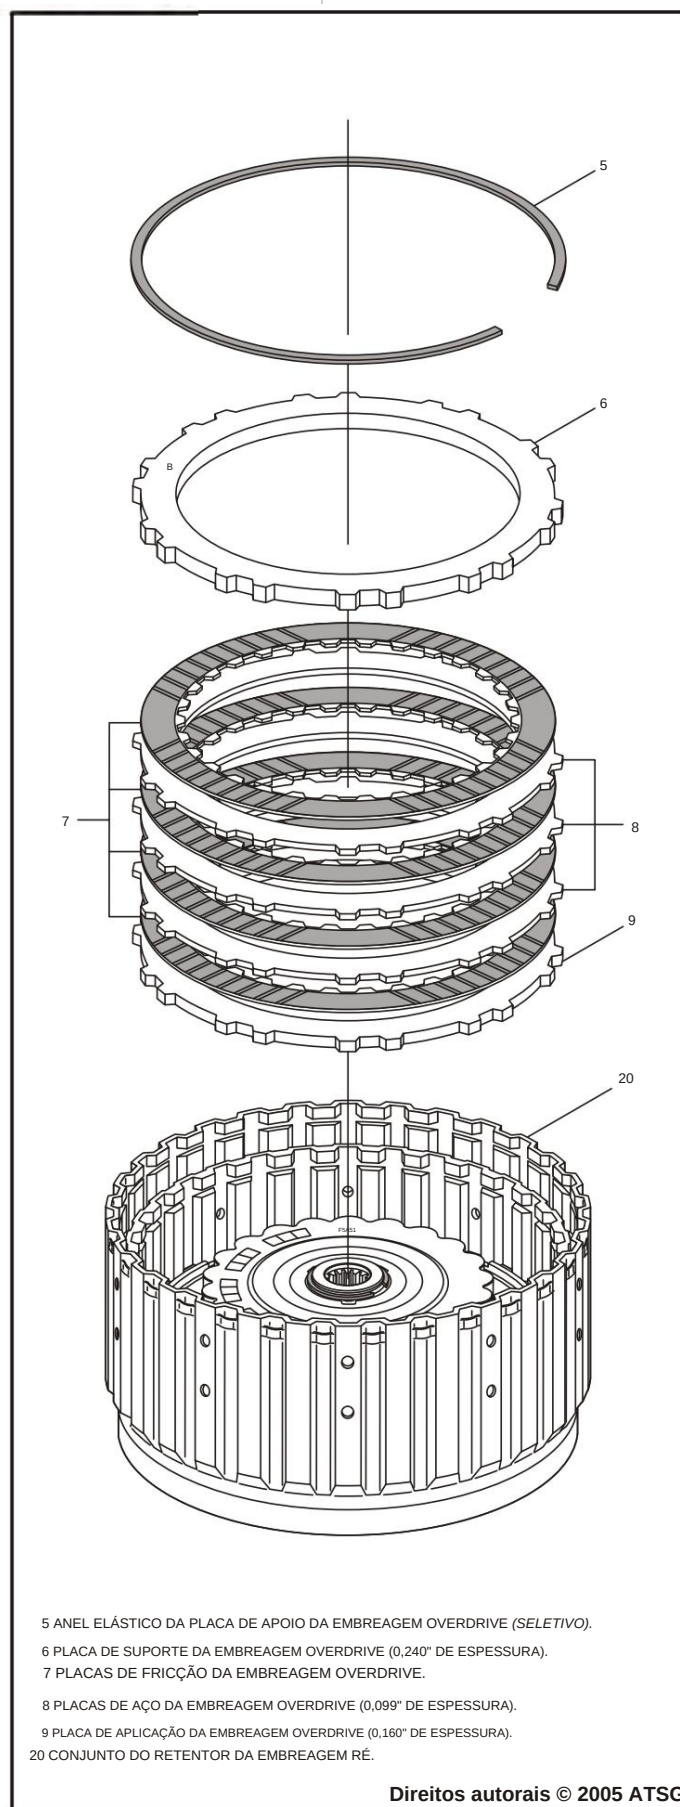

Figura 82
15. Alterne entre placas de fricção e placas de aço normais, conforme mostrado na Figura 82, até ter instalado 4 fricções e três placas de aço.
16. Instale a placa traseira da embreagem overdrive, conforme mostrado na Figura 82, com a borda arredondada voltada para a placa de fricção.
17. Instale o anel elástico da placa traseira seletiva, conforme mostrado na Figura 82